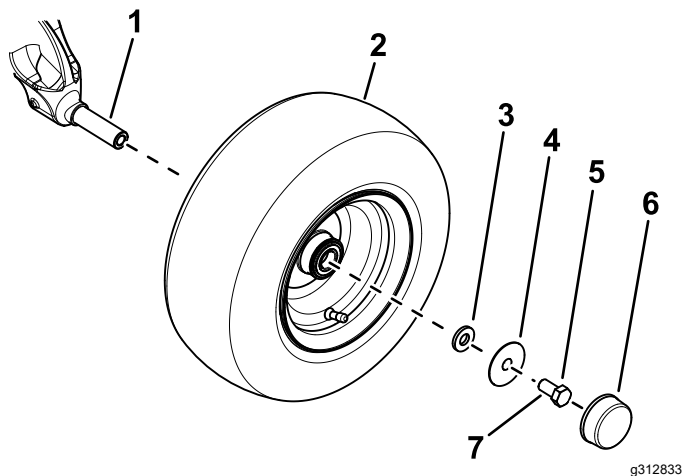

図 3
- B. 小ワッシャ、大ワッシャ、ボルト $\frac{5}{8}$ " x $1\frac{1}{4}$ "を使用してアクスルスピンドルにホイールを固定する 図 3。
D. ホイールにダストキャップを取り付ける 図 3。